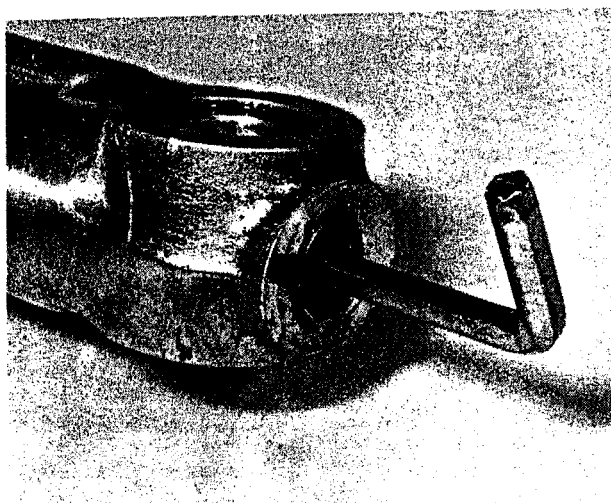

Bild 215
- Das Gabelrohr am Gleitrohr im Schraubstock einspannen und die Innensechskantschraube aus der Vertiefung am unteren Rohrende ausschrauben (Bild 215). Die Staubschutzkappe vom Gleitrohr abziehen und das Standrohr aus dem Gleitrohr herausziehen.